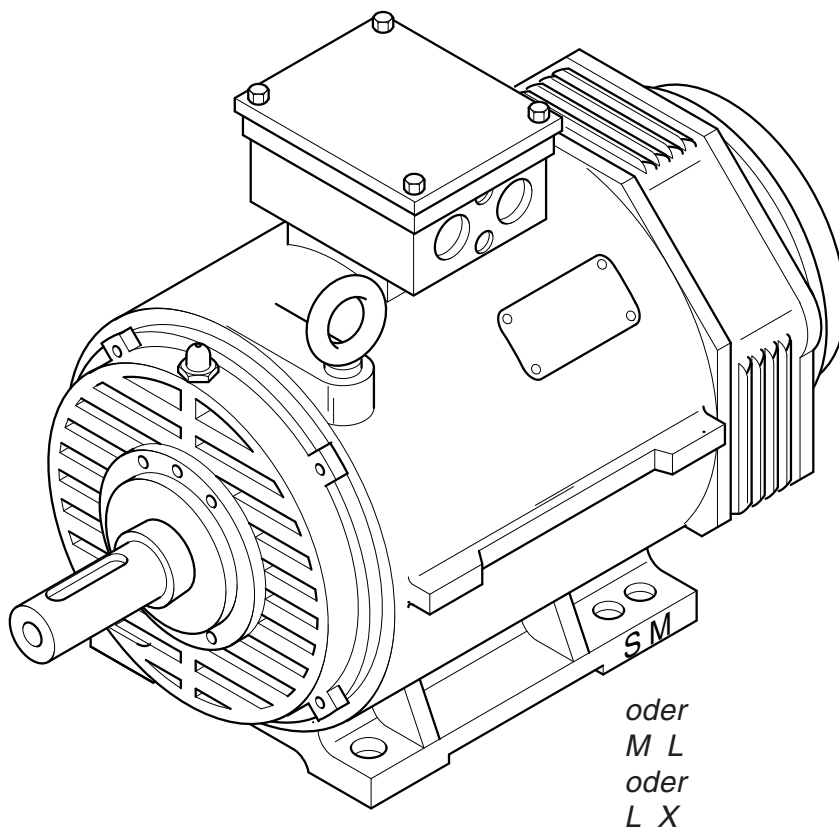

Bild 2: Fußbefestigungslöcher S,M oder M,L oder L,X
2.6 Fußbefestigungslöcher (Bild 2)